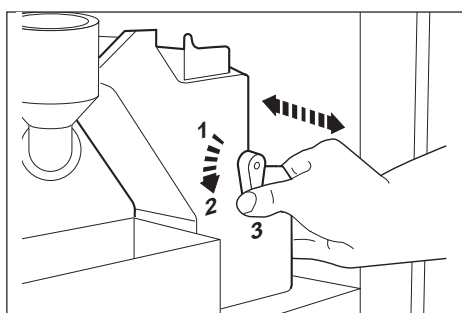

Fig. 28
- Retirer le groupe en gardant le levier en position 3 (Fig. 28), le laver soigneusement avec de l'eau chaude, l'essuyer et le remettre en place en gardant le levier en position 3.